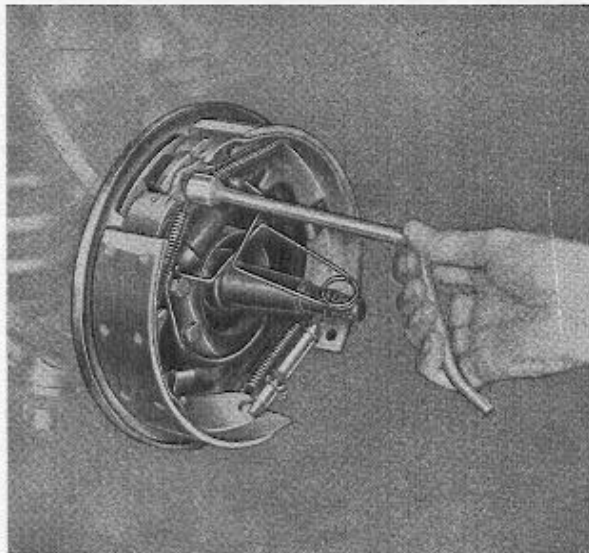
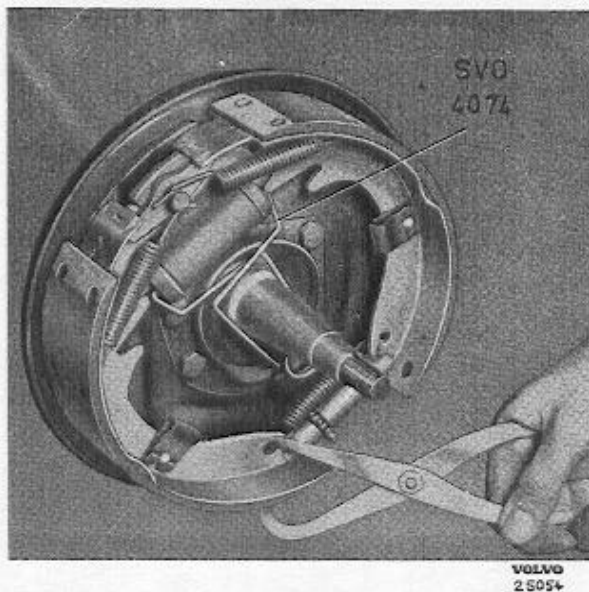
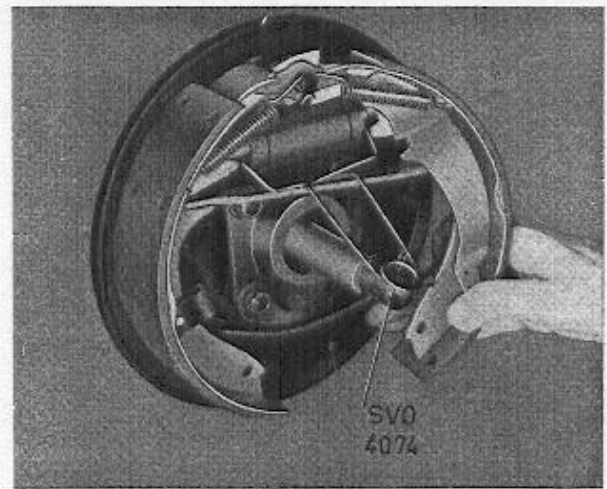

Abb. 26 Ausbau der Rückholfeder mit Bremsfederwerkzeug (Snap-on BT oder dergleichen)
Abb. 27 Ausbau der Sicherungsfeder
Abb. 28 Ausbau der Bremsbacken
3. Wie Abb. 27 zeigt, wird die Klammer SVO 4074 so angebracht, daß die Kolben im Radbremszylinder nicht herausgepreßt werden können. Wie man die Bremsbacken ausbaut, hängt davon ab, welches Werkzeug angewandt wird. Mit dem Bremsfederwerkzeug auf Abb. 26 werden zunächst die beiden Rückholfedern zusammengekoppelt. Danach entfernt man die Sicherungsklammern und nimmt die Backen zusammen mit der Einstellvorrichtung heraus. Mit Hilfe der Bremsfederzange werden die Sicherungsfedern, wie Abb. 27 zeigt, abgehakt. Die Backen auseinanderdrücken und die Einstellvorrichtung herausnehmen. Den Führungsbolzen auf der Rückseite des Bremsträgers festhalten und die Sicherungsklammern abnehmen. Die eine Backe so weit nach außen drücken, bis die Druckstange vom Radbremszylinder frei geht. Mit Abb. 28 vergleichen: Danach die Backe wieder einwärts kippen, bis die Rückholfeder abgenommen und die Backe entfernt werden kann. Ebenso wird die andere Backe ausgebaut.
3. Die Klammer SVO 4074 wird so über dem Radzylinder angebracht, daß die Kolben nicht herausgepreßt werden können. Handbremsseil vom Betätigungshebel abnehmen. Wie die Backen ausgebaut werden, hängt davon ab, welche Werkzeuge zur Anwendung kommen. Mit Hilfe des Bremsfederwerkzeuges hakt man die Sicherungsfedern ab, vergleiche mit Abb. 27. Die Backen auseinanderziehen und die Einstellvorrichtung entfernen. Auf der Rückseite des Bremsträgers den Führungsbolzen festhalten und die Sicherungsklammer für die hintere Backe herausnehmen. Die Backen nach außen drücken, bis die Druckstange des Radbremszylinders sowie der Handbremshebel frei geht. Siehe Abb. 28. Die Backe danach wieder zurückkippen, bis die Rückholfeder ausgehängt und die Backe entfernt werden kann. Die andere Backe entsprechend ausbauen.